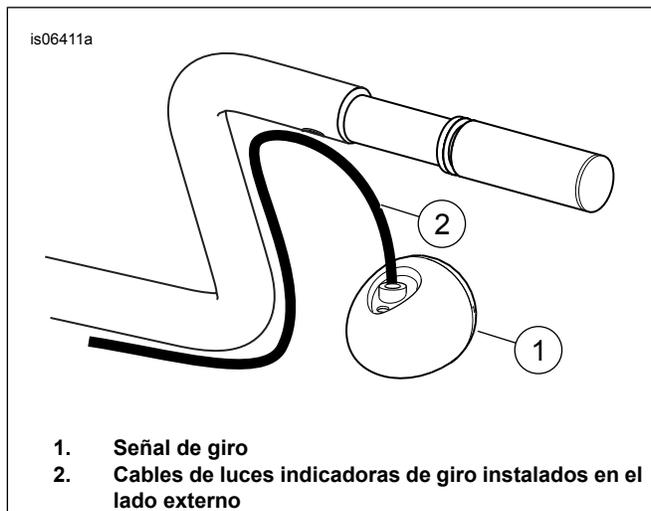

Figura 4. Luces indicadoras de giro montadas en el manillar que deben reubicarse.
3. **En los modelos que NO cuentan con luces indicadoras de giro montadas en el manillar, haga lo siguiente:** Realice el **paso 9** (luego de Figura 5). **Para los modelos CON luces indicadoras de giro montadas en el manillar, haga lo siguiente:** Si los cables de las luces indicadoras de giro originales pasan **a través** de las cajas de interruptores y llegan hasta el manillar a través de la abertura grande (J), realice el **paso 4** (luego de Figura 4). Vea la Figura 4. Si los cables originales de las luces indicadoras de giro se **colocaron en el lado externo** , no se podrán instalar las luces en los manillares. Reubique las luces según las instrucciones que se indican en el kit de reubicación correspondiente.